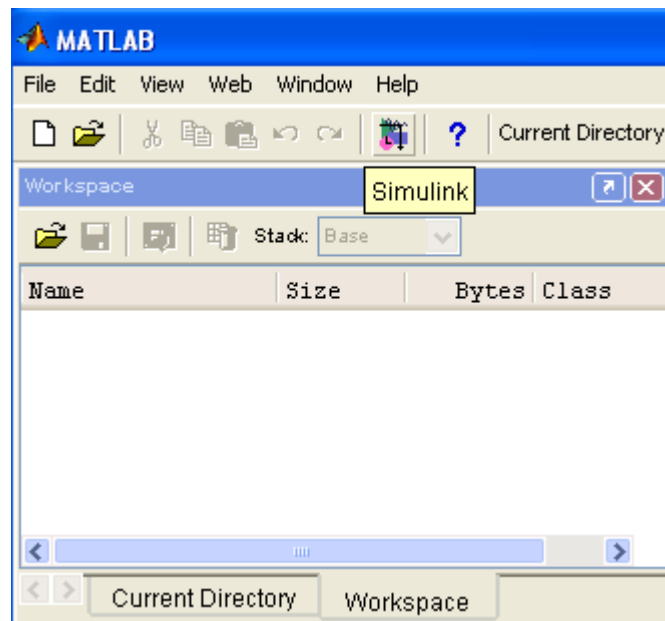

Рис. 1. Главное окно Matlab
2. В строке инструментов главного окна MATLAB рис. 1, щелкнуть по кнопке SIMULINK (зеленая пиктограмма с красным пятнышком слева внизу, слева от знака“?”)